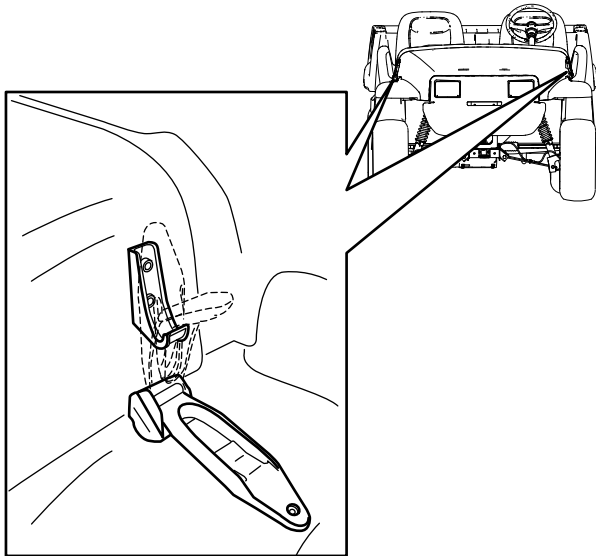

Figura 21
1. Ridicai mânerul clicheilor din cauciuc de pe fiecare parte a capotei. (Figura 21).
2. Fixai capota prin alinierea clicheilor din cauciuc pe ancorele de blocare de pe fiecare parte a capotei. (Figura 21).